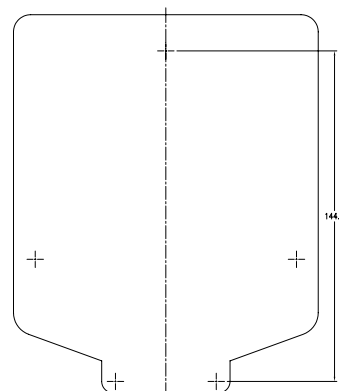

Figura 1: Utilize o modelo de montagem (incluído)
- Utilize o modelo de montagem (incluído) para assinalar a localização dos parafusos de montagem na parede. Consulte a figura 1